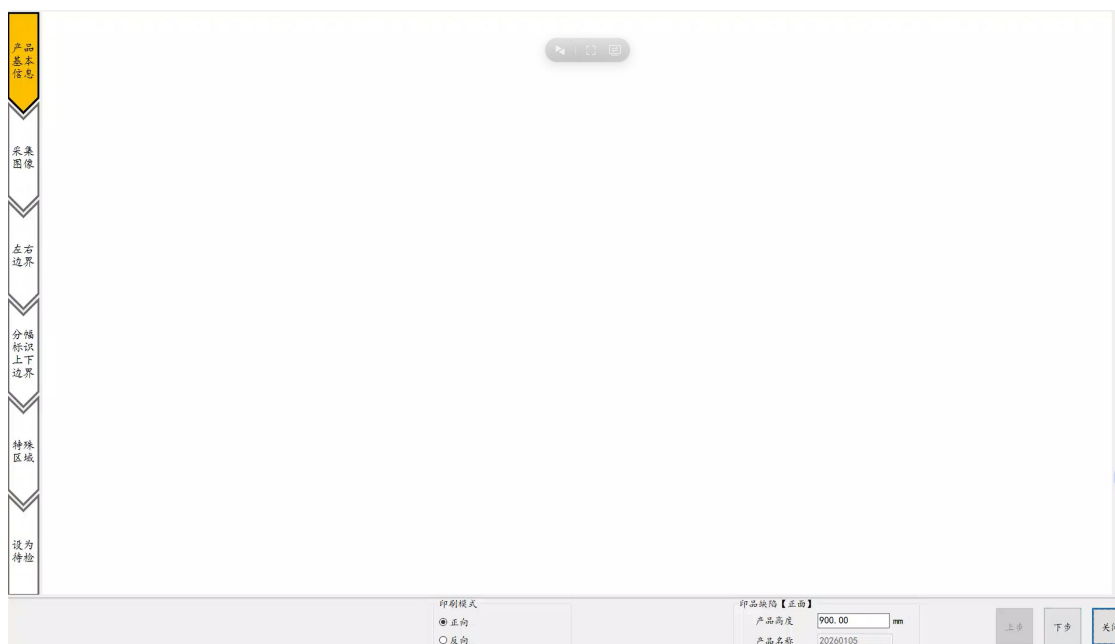

图 17
- 3) 填写完成后单击下步按钮，进入“采集图像”阶段，对印品料与透明膜料分别显下，如图 17：